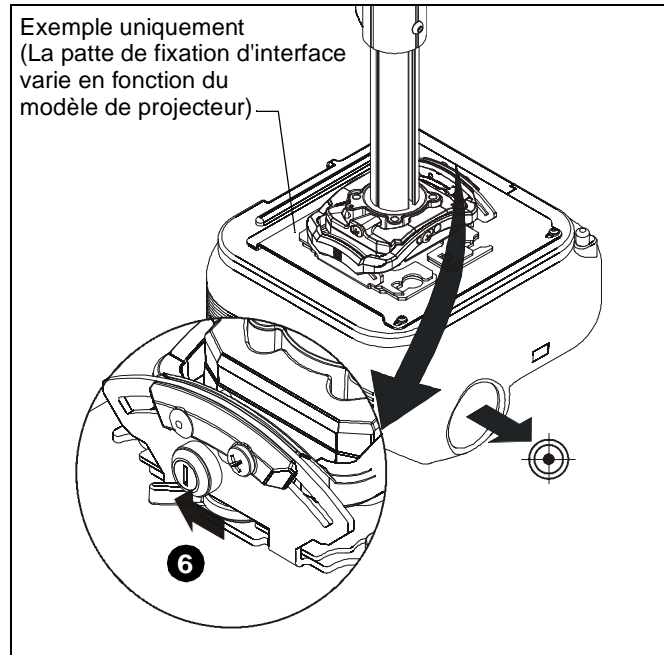

Figure 15
6. Mettez le levier de verrouillage en position « verrouillé ». (Voir la Figure 15)